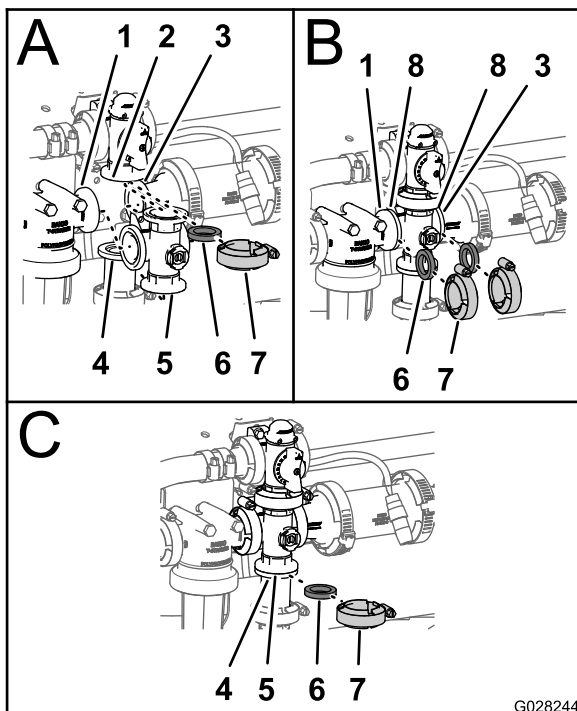

Рисунок 87
- Совместите фланец перепускного клапана перемешивания, одну прокладку и фланец штуцера торцевой крышки коллектора клапана перемешивания (вид А на Рисунок 87).
2. Соберите перепускной клапан перемешивания, прокладку и коллектор клапана перемешивания с помощью хомута, затянув его от руки (вид А на Рисунок 87).
3. Поместите одну прокладку между фланцами головки фильтра линии нагнетания и коллектора клапана перемешивания (вид В на Рисунок 87).
4. Соберите головку фильтра линии нагнетания, прокладку и коллектор клапана перемешивания с помощью хомута, затянув его от руки (вид В на Рисунок 87).
5. Поместите одну прокладку между фланцами коллектора клапана перемешивания и переходной муфтой (вид В на Рисунок 87).
6. Соберите коллектор клапана перемешивания, прокладку и переходную муфту с помощью хомута, затянув его от руки (вид В на Рисунок 87).
клапана перемешивания (вид С на Рисунок 87).
8. Соберите коллектор клапана перемешивания, прокладку и переходной штуцер с помощью хомута, затянув его от руки (вид С на Рисунок 87).